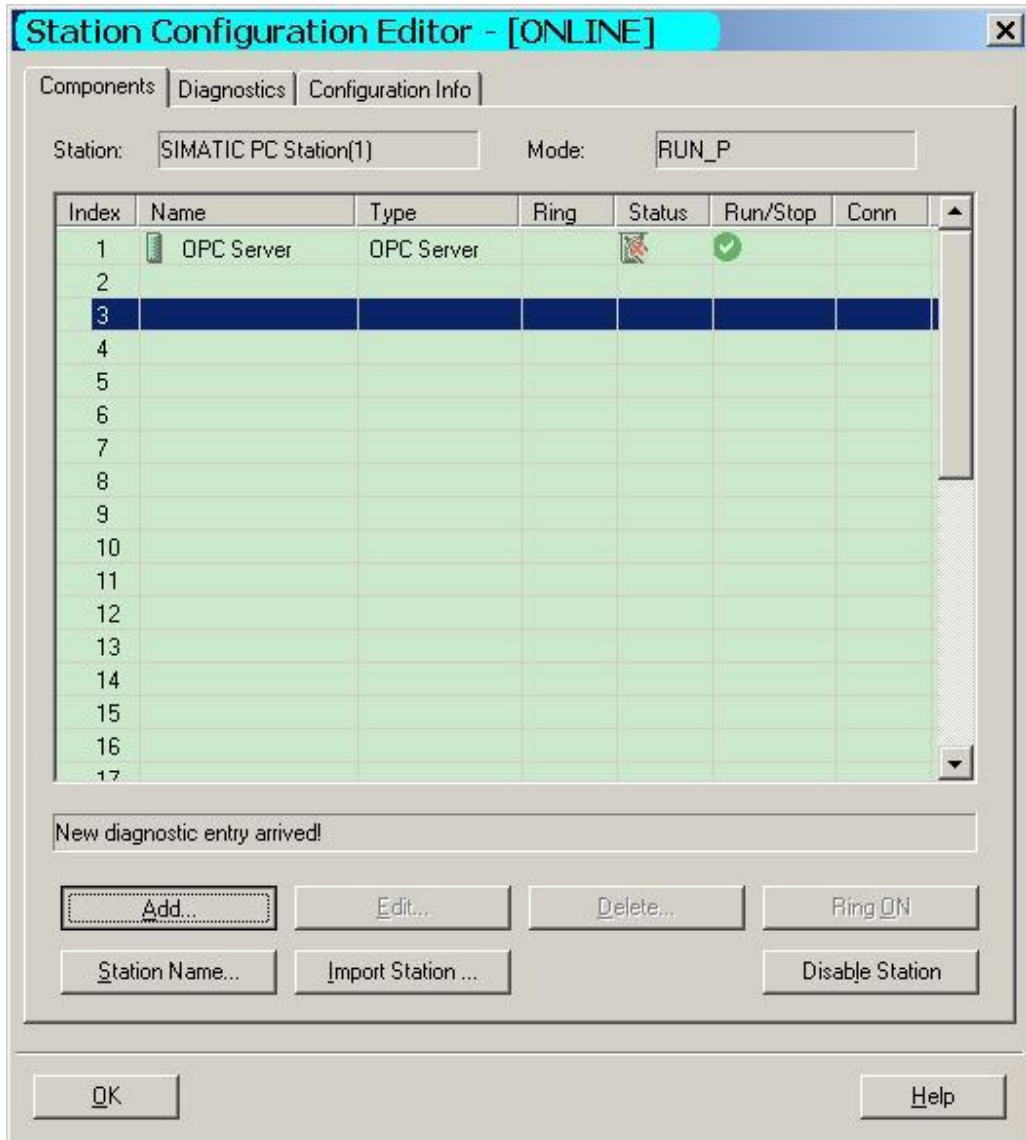

图 3 添加 OPC Server
2. 双击打开 Station Configuration Editor，选择一号插槽，如图 3 点击“Add”按钮或鼠标右键选择添加，在添加组件窗口中选择 OPC Server 点击 OK 即完成。